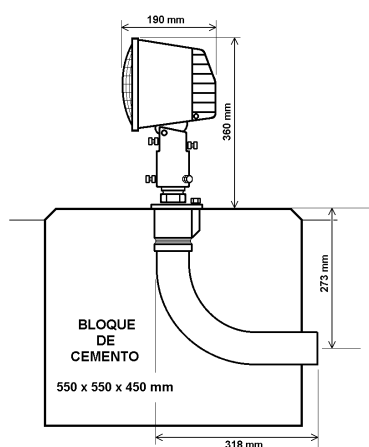

FIG 2
- A nivel del suelo en manguito de rotura y tubo acodado (Fig. 2).